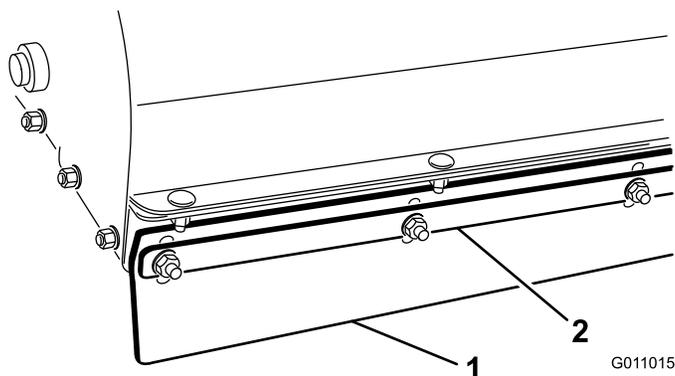

Рисунок 22
1. Ослабьте гайки крепления металлической полосы и передней заслонки к корпусу уборочной машины (Рисунок 22).